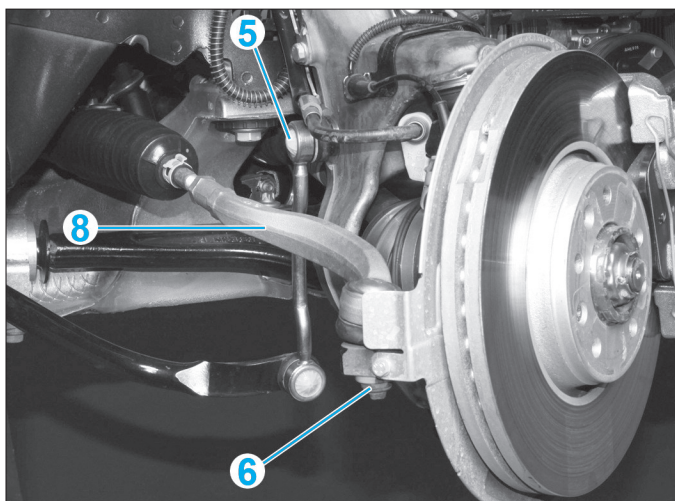

Fig. 7
- la biellette de barre antidévers (5) (Fig.7),
- l'écrou de rotule de direction (6),
- Désaccoupler la biellette de direction (8), à l'aide de l'outil [3] (Fig.7).
- Désaccoupler la rotule de direction (8), à l'aide de l'outil [3] (Fig.7).